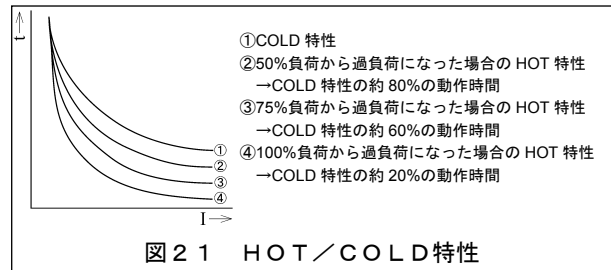

図21 HOT/COLD特性
AGR-31BL (L特性) 形OCRの設定値を表18, 特性を図21~図23に示します。
⑤: ピックアップ電流値とは, OCRが過電流を判定する際のしきい値です。 $[I_n] \times 1.05$ < (ピックアップ電流値) $\leq [I_n] \times 1.2$ の範囲内にあり, ピックアップ電流値を超えると, OCRは引外しのための時限の計測を始めます。電流が一旦ピックアップ電流値未満になると, 時限の計測は解除されます。
⑥: HOT特性は, ある負荷状態がある程度継続した後に過負荷状態となった時, 通常の長限時引外しの特性 (=COLD特性) よりも短い時間で動作する特性です。出荷時は, COLD特性に設定されています。HOT特性への変更方法は, 5-3-6を参照下さい。HOT特性時の負荷状態の記憶は, 制御電源喪失時解除されます。HOT/COLD特性の動作時間を図21に示します。
⑦: 短限時引外し機能は, 長限時引外し機能に対し, 優先動作します。短限時引外しより長限時引外しの時限が小さい領域でも, 短限時引外し機能の時限で動作します。